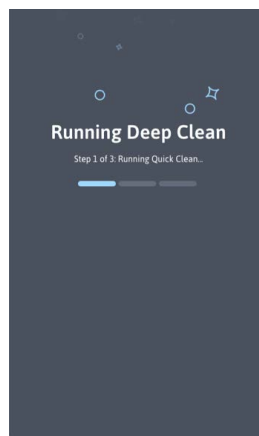

Figura 40
3. O analisador irá executar 2 ciclos de lavagem e depois irá realizar automaticamente a Limpeza Profunda (3 minutos) e concluir automaticamente ao executar 2 ciclos de lavagem adicionais (Figura 40). Durante a Limpeza Profunda de 3 minutos, o dispositivo parecerá estar como espera, enquanto o sistema de fluido se embebe em hipoclorito.